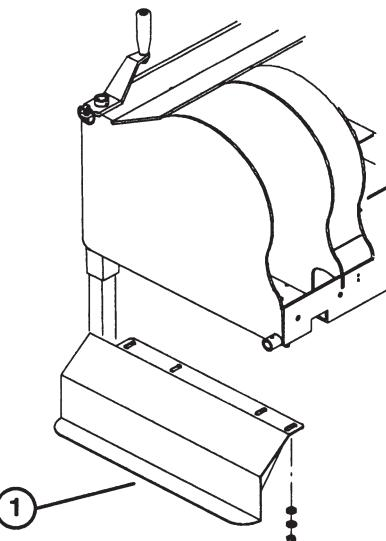

Bild 4
1. Entfernen Sie die (4) Muttern, Sicherungs- scheiben und Scheiben, die locker an den unteren Enden des Aeratorrahmens befestigt sind.
2. Richten Sie die zutreffende seitliche Schutz- vorrichtung (links oder rechts) auf den Befestigungsbolzen aus (Bild 4).